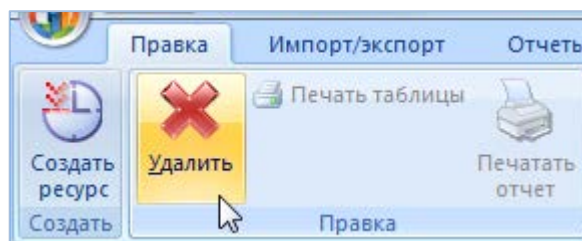

Рис. 10-102 – Кнопка «Удалить» панели «Правка»
9) Если для данного компонента существуют экземпляры, то они будут отображены в его структуре (рис. 10-102).